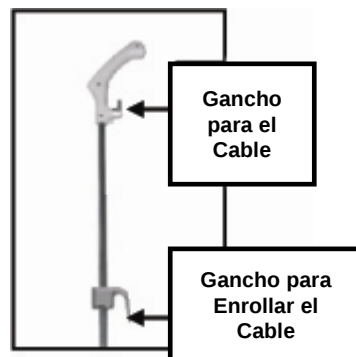

Fig. 6
- Enrosque el cable de alimentación alrededor de los ganchos para el cable. (Fig. 6). Para desenrollar el cable, simplemente gire el gancho de liberación rápida hacia la izquierda o la derecha.